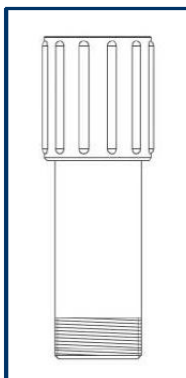

Abb. 1
1. Übergangsadapter (s. Abb. 1) in Unterwassermotorpumpe einschrauben und mit Klemmschraube sichern.